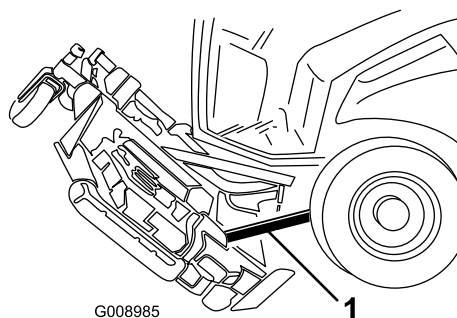

Рисунок 135
6. Поместите упорный деревянный брусок между задней частью деки и машиной (Рисунок 135).